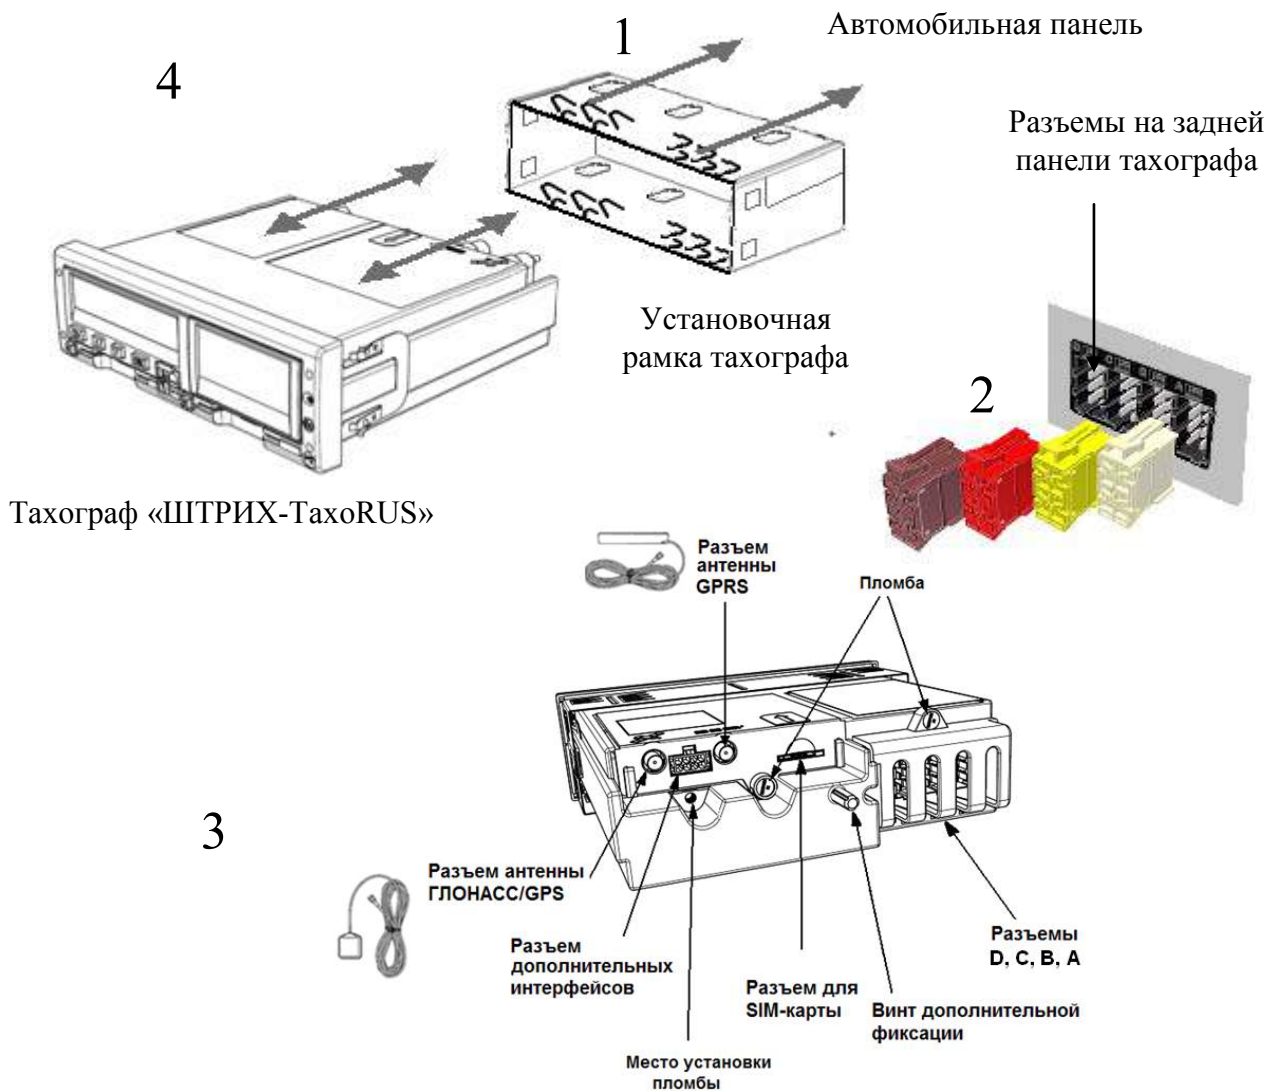

Рисунок 1 – Подключение тахографа «ШТРИХ – TaxoRUS» к автомобилю
- 1) Поместите установочную рамку (кожух) тахографа в автомобильную панель (см. рисунок 1 - «1»). Подогните по месту «язычки» рамки, чтобы рамка надежно фиксировалась в автомобильной панели.
- 2) Подключите автомобильные разъемы к разъемам А, В, С, D на задней панели тахографа (см. рисунок 1 - «2»).
- 3) Подключите жгут к разъему дополнительных интерфейсов (см. рисунок 1 - «3»).
- 4) Подключите антенны GSM (опционально) и ГЛОНАСС/GPS (см. рисунок 1 - «3»).
- 6) Вставьте тахограф «ШТРИХ-ТахоRUS» в установочную рамку (кожух) в автомобильной панели «до щелчка» (см. рисунок 1 - «4»). Убедитесь в надежности фиксации тахографа в панели приборов.
Для регистрации в сети оператора сотовой связи стандарта GSM необходимо установить SIM-карту в разъем для установки SIM-карты (см. рисунок 1- «3»).